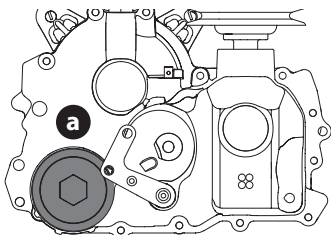
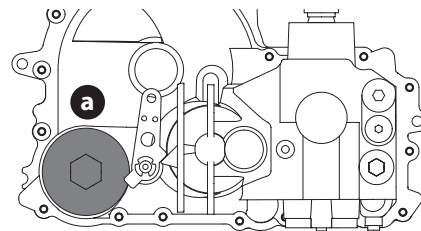

Fig. 43
Fig. 44
2. Placez un récipient approprié sous le couvercle du filtre à huile (a) de transmission. Retirez le couvercle du filtre à huile de transmission pour vidanger l'huile (Fig. 43 pour Série 700, Fig. 44 pour Série 900). Retirez et jetez le joint torique.
4. Remplacez le nouveau filtre et placez le nouveau joint torique sur le couvercle du filtre (a) (Fig. 43 pour Série 700, Fig. 44 pour Série 900).